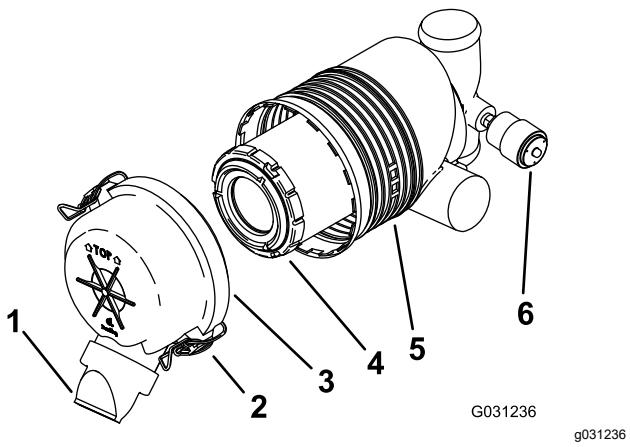

Figure 41
Important: Remplacez le filtre à air uniquement quand l'indicateur de colmatage est rouge (Figure 41). Ne remplacez pas le filtre à air plus fréquemment que nécessaire ; cela ne fait qu'accroître le risque de contamination du moteur par des impuretés quand le filtre est déposé.
5. Déverrouillez le filtre à air et détachez le couvercle du boîtier du filtre (Figure 41).
- Si l'indicateur de colmatage est transparent, reposez le couvercle du filtre à air, en orientant le capuchon protecteur vers le bas, et fermez les verrous (Figure 41).
1. Sortez l'élément filtrant du boîtier du filtre à air avec précaution (Figure 41).
3. Posez l'élément filtrant avec précaution (Figure 41).
4. Reposez le couvercle du filtre à air, le capuchon protecteur orienté en bas, et fermez les verrous (Figure 41).